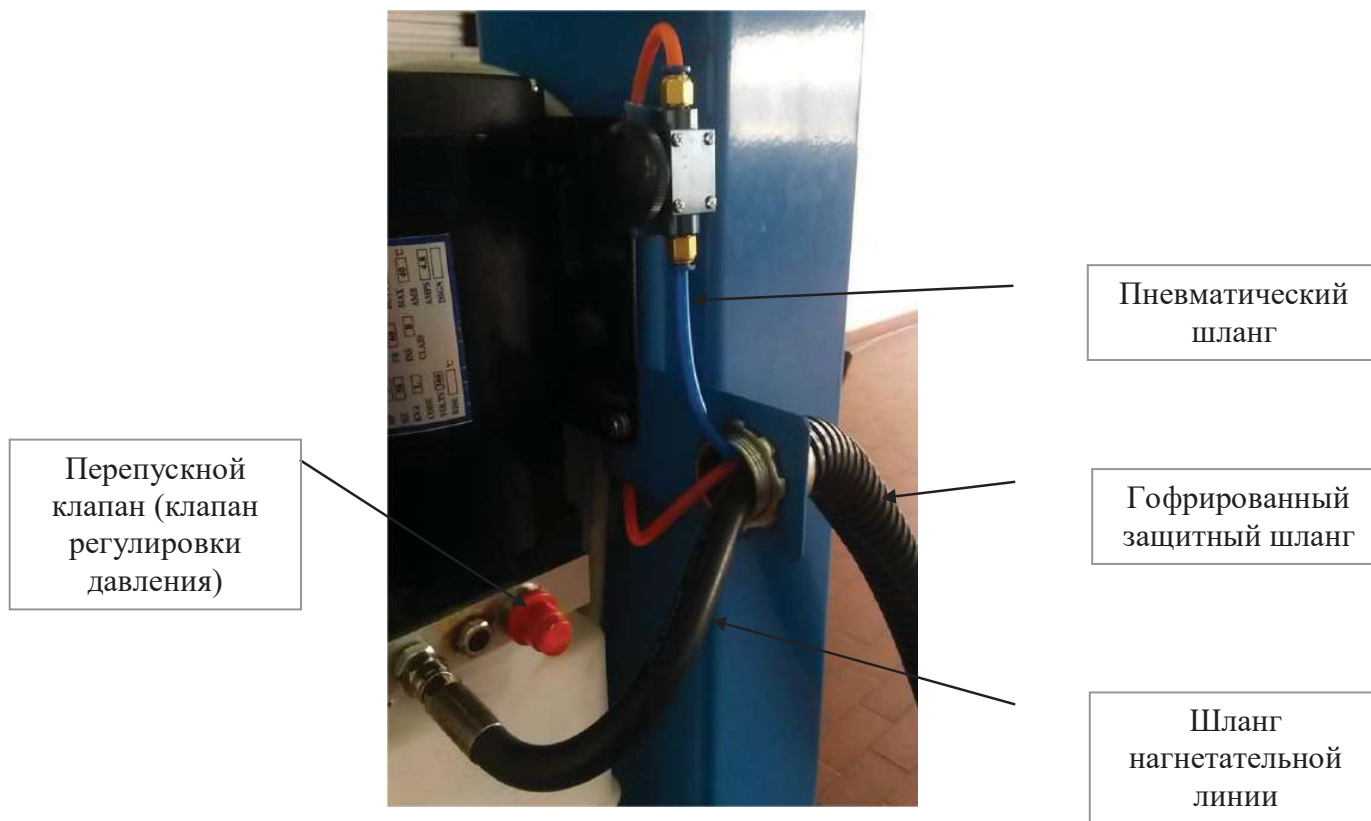

Рис. 10.7
7. Проведите гидравлический шланг к гидроагрегату, пропустив его через гофрированный шланг, см. рис. 10.7.